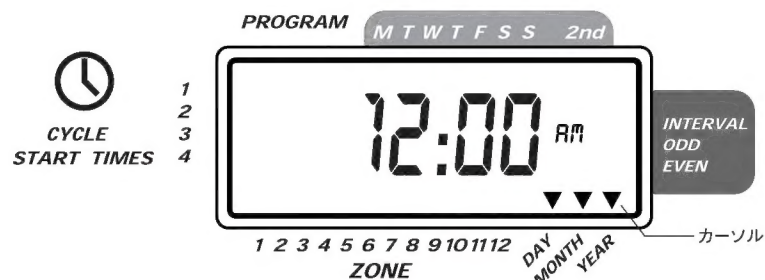

図3:時刻設定の際のディスプレイの表示
- ディスプレイに12:00AMと表示され、それと同時に年 (YEAR)、月 (MONTH)、日 (DAY) のところに3つのカーソルが表示されます。(図3)